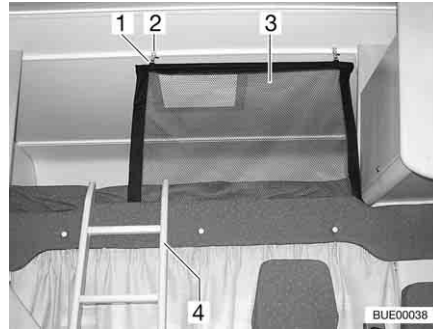
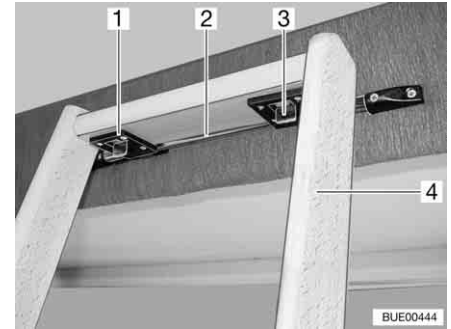

Fig. 110 Lit de capucine
Fig. 111 Echelle de montée, dispositif de verrouillage
Echelle de montée Toujours monter sur le lit de capucine avec l'échelle de montée (Fig. 110,4 et Fig. 111,4) de série.
- Accrocher l'échelle avec les deux crochets (Fig. 111,1) à la barre (Fig. 111,2) sur le bandeau du lit de capucine.
- Pousser les deux dispositifs de verrouillage (Fig. 111,3) vers l'avant.
Filet de sécurité Le filet de sécurité (Fig. 110,3) de série est rangé entre le matelas et le sommier à lattes. Ne tendre le filet de sécurité qu'une fois que les personnes se trouvent dans la capucine.
- Accrocher le support (Fig. 110,1) dans les œillets du plafond (Fig. 110,2).